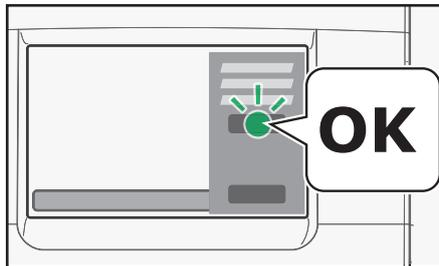

Fig. 5.6 - Toccare OK durante il lavaggio / la pulizia completa
8. Toccare "OK" per confermare (fig. 5.6) che le pastiglie per pulizia Rinza sono inserite e che il contenitore è stato posizionato.
9. Toccare "OK" per avviare il lavaggio con acqua calda. (fig. 5.6).